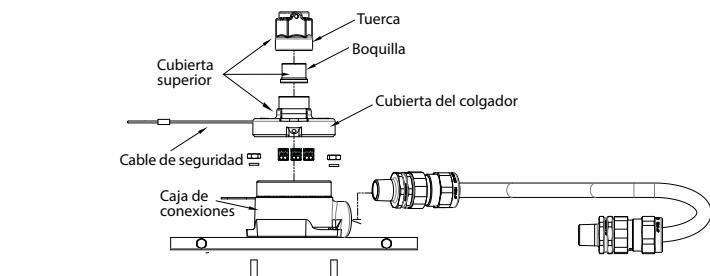

Imagen 11
10. Retire la cubierta superior de la caja de conexiones (ver Imagen 11).
13. Una vez que la tuerca esté bien ajustada, atornille la cubierta superior en el soporte del conducto hasta que el conducto y la boquilla estén completamente unidos (ver Imagen 11).
20. Ajuste los tres (3) tornillos de fijación en la tuerca.